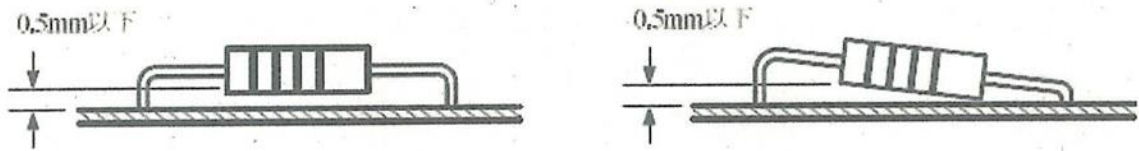

図7 部品の浮き上がり
(2) 部品の取付け方法
- ①炭素皮膜抵抗器、スズメッキ線は、ユニバーサル基板にほぼ密着させて取り付けること。なお、浮き上がり限界は、図7に示すとおりとする。